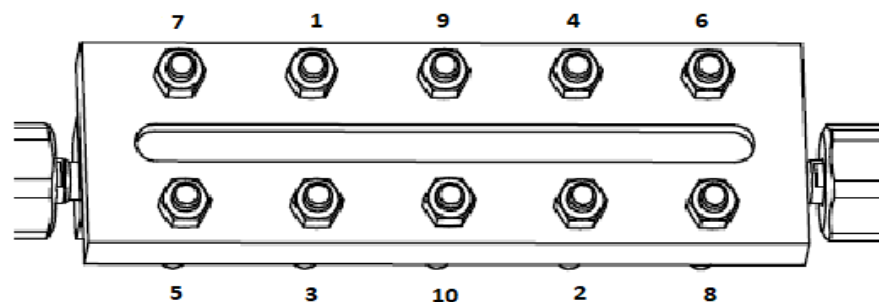

Abb. 10. Reihenfolge für das Anziehen der Schrauben
- Die Rahmenteile reinigen, neue Abdichtungen und Glas einsetzen und den Rahmen wieder verschrauben. Die Schrauben abwechselnd, mit Gefühl und gleichmäßig anziehen. Das Drehmoment für die Schrauben beträgt max. 30 Nm. Beim Rahmen Typ 705.2, 705.3, 705.4, 705.5, 703 ist die Reihenfolge für das Anziehen der Schrauben in der nachstehenden Abbildung (Abbildung 10) dargestellt.